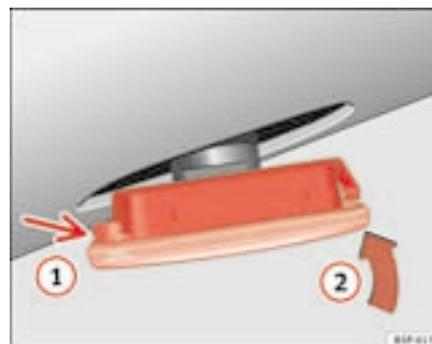

Fig. 191 Indicador de direcção lateral
- Primeiro, coloque o indicador de direcção no orifício da carroçaria, encaixando as patilhas ⇒ página 265, fig. 191, seta ①.
- Encaixe a lâmpada tal como indica a seta ② ⇒ página 265, fig. 191. ■